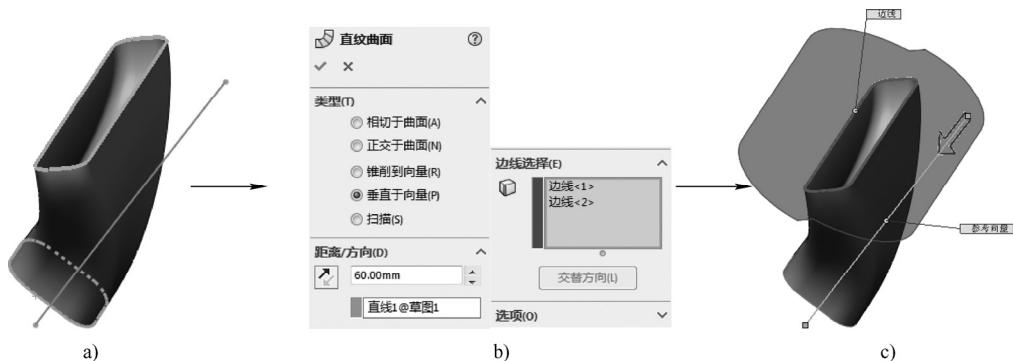

图 5-51 “垂直于向量”方式创建直纹曲面的操作
- 垂直于向量：此类型创建的直纹曲面与所指定的参考向量垂直，创建曲面时需指定参考向量，如图 5-51 所示。